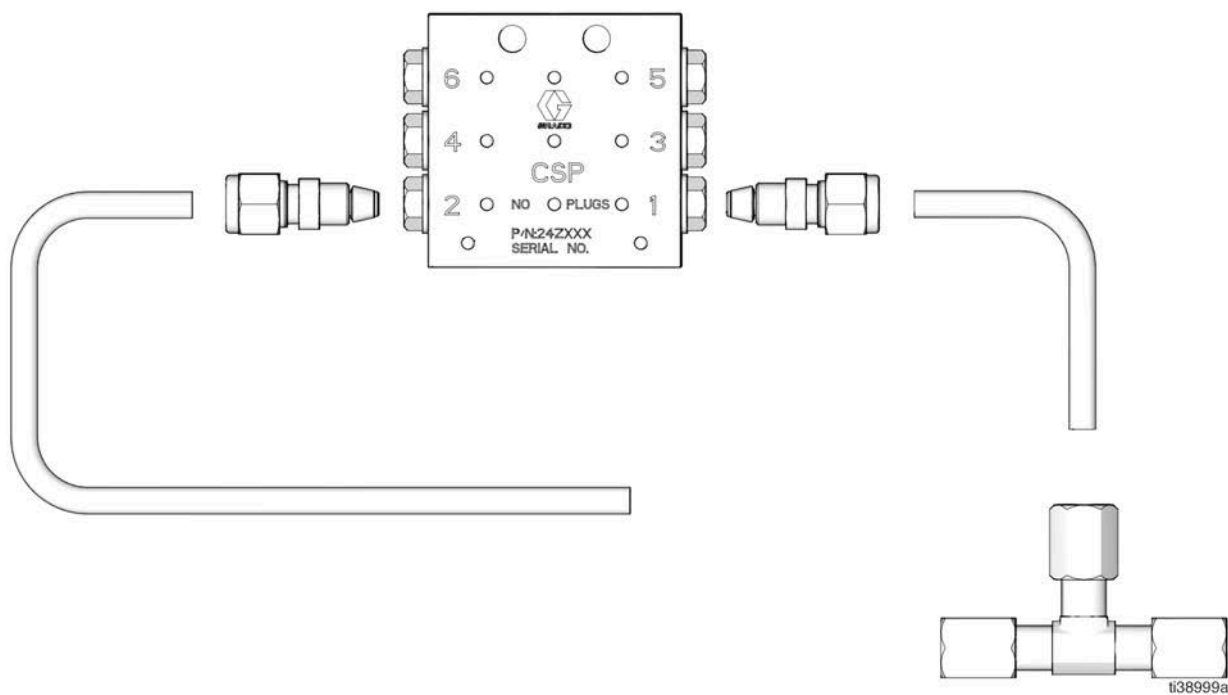

FIG. 16
**NOTA:** Solamente se usa para las salidas 1 y 2 de la válvula CSP de combinación (vea la FIG. 16, página 16).